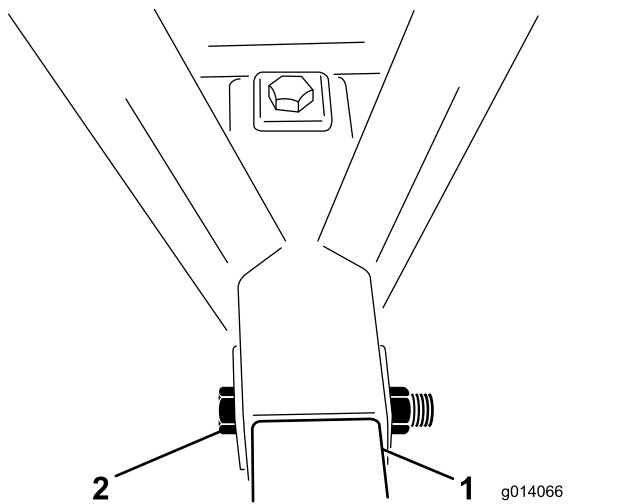

Рисунок 4
5. Проденьте болт (1 x 6½ дюйма) через раму и трубу сцепного устройства и закрепите его контргайкой (**Рисунок 4**). Затяните контргайку с моментом 976–1193 Н·м.
6. Установите болт (1 x 6½ дюйма) через верхнюю часть рамы и вниз через трубу сцепного устройства, закрепите контргайкой (**Рисунок 4**). Затяните контргайку с моментом 976–1193 Н·м.